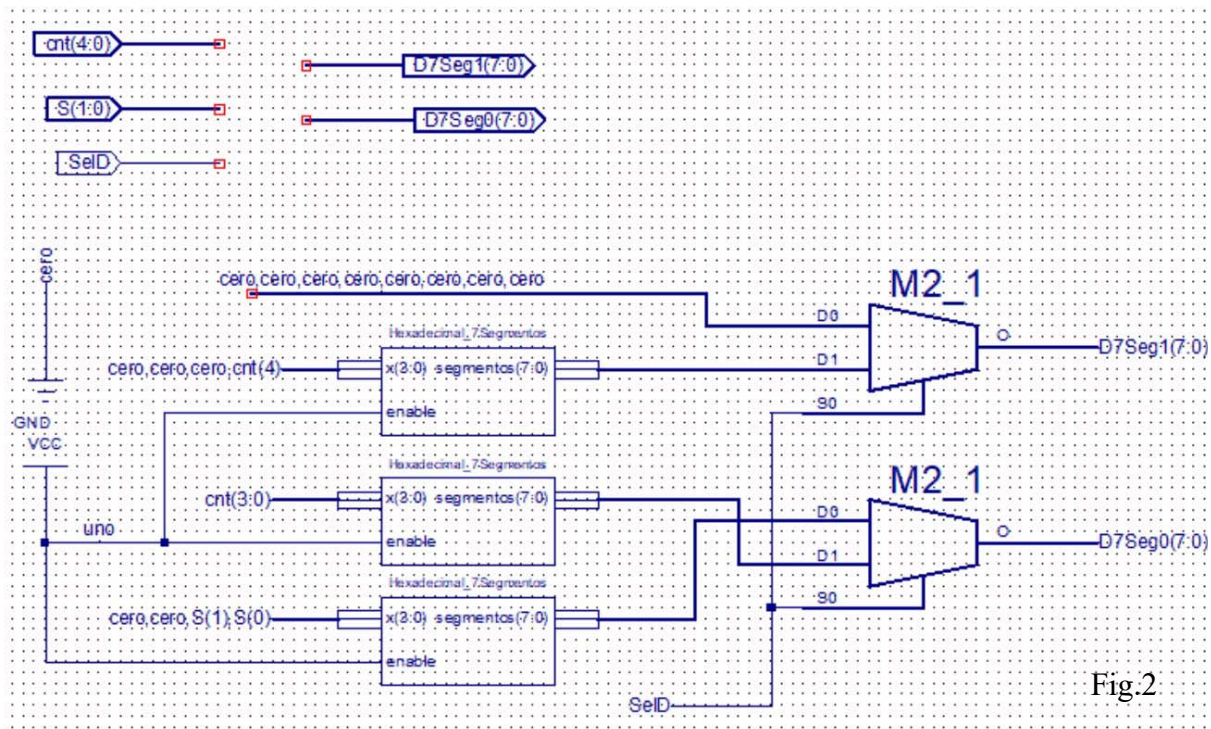

Fig.2
- El bloque **VDisplays** es un módulo enteramente combinacional, cuyo esquemático se muestra en la Fig.2. Está formado por bloques conversores Hexadecimal a 7 Segmentos, y multiplexores 2x1 de la librería ISE Design Suite. Su funcionalidad es sencilla y su descripción se deja como tarea al lector. Nota que los multiplexores M2_1, multiplexan palabras de 8 bits.